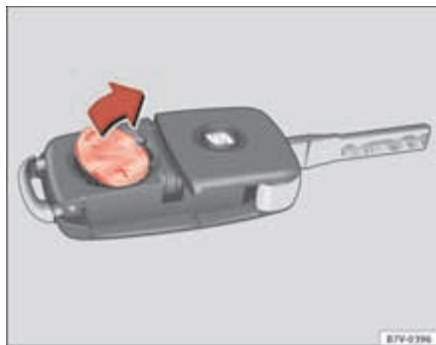

Fig. 44 Llave del vehículo: retirar la pila.
- Extraiga la pila del compartimento con un objeto fino adecuado ⇒ **fig. 44**.
- Coloque la nueva pila en el compartimento, presionándola tal como se muestra ⇒ **fig. 44**, en sentido contrario a la flecha ⇒ **!**.